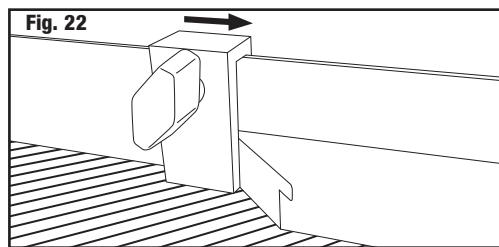

Fig. 22
4. Deslice el tope hacia la moldura y apriételo. (Fig. 22)